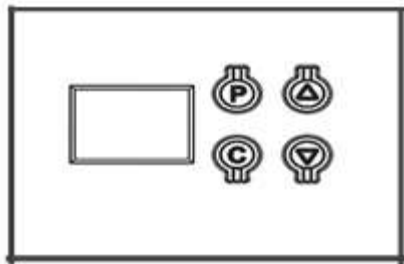

Рис. 5. Панель управления
- ✓ Сразу после включения вилки в розетку кратковременно загорится лампа освещения (подсветка), а индикатор на панели управления приводом (рис. 5) отобразит цифры от «99» до «11», после чего привод перейдет в режим ожидания (на индикаторе высветится символ «->»). Если вышеописанной индикации
Настройка привода осуществляется при помощи панели управления (рис. 5), на которой расположены четыре кнопки и двоянный сегментный индикатор LED Screen.